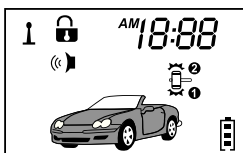

рис.5
- б) Тревога вызвана срабатыванием основной зоны датчика удара или основной зоной дополнительного датчика(если установлен). *Сирена будет работать одновременно со вспышками указателей поворотов 30 сек.* Индикация LCD дисплея см. рис.5.